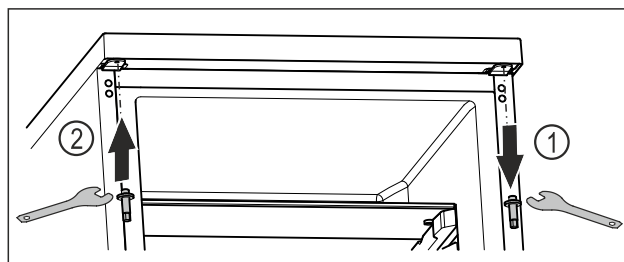

Fig. 23
- ▶ Odšroubujte horní čep imbusovým klíčem. Fig. 23 (1)
- ▶ Čep na opačné straně utáhněte imbusovým klíčem. Fig. 23 (2)